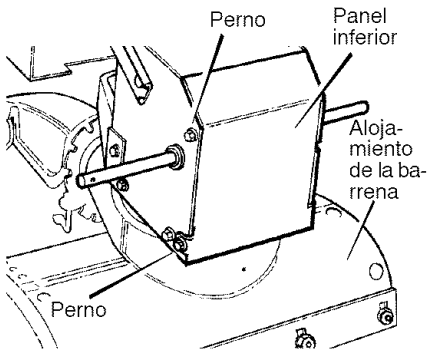

Figura 56
- Afloje los **pernos** a cada lado del **panel inferior** (Figura 56).
- Instale el **panel inferior** (Figura 56).
13. Instale el **panel inferior** (Figura 56).